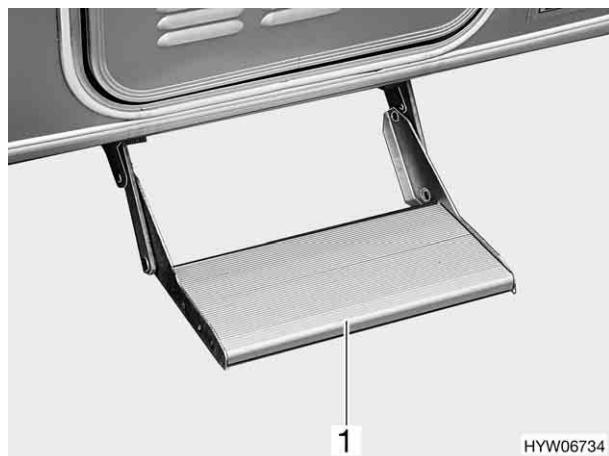

Fig. 6 Scalino di ingresso
- Afferrare lo scalino di ingresso (Fig. 6,1) dalla parte inferiore, estrarre e ribaltarlo verso il basso.